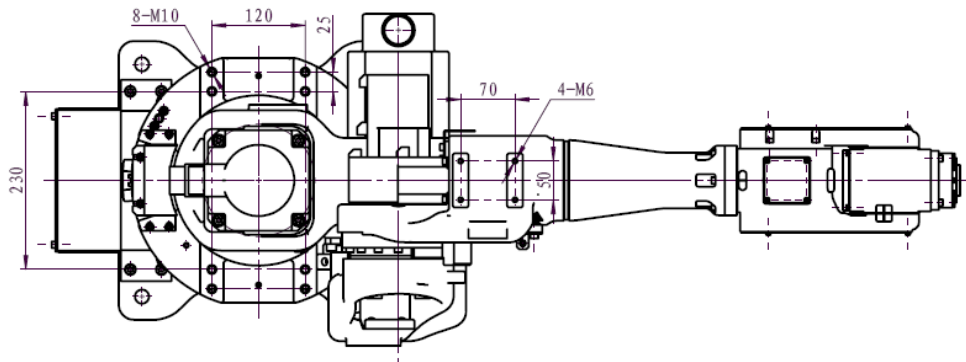
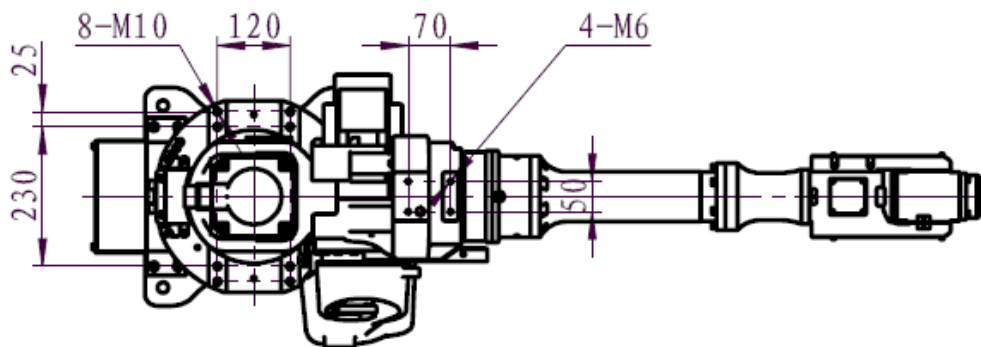

图 3-6 SA1400 前臂驱动箱体及旋转座辅助安装孔尺寸图
图 3-7 SA1800 前臂驱动箱体及旋转座辅助安装孔尺寸图
3. SA1400 前臂驱动箱体及旋转座辅助安装孔尺寸如图 3-6 所示；SA1800 前臂驱动箱体及旋转座辅助安装孔尺寸如图 3-7 所示。